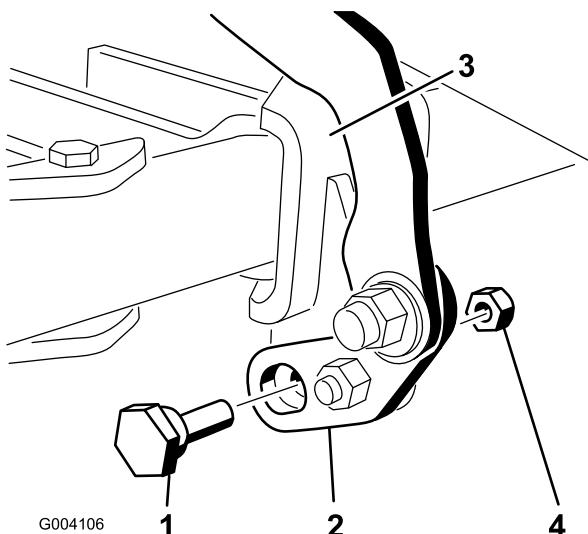
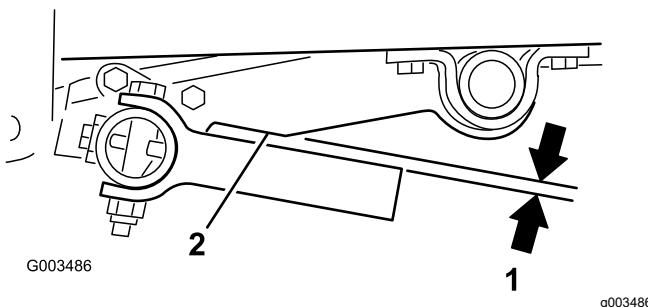

Figura 17
Figura 21
6. Montate il bullone eccentrico attraverso la parte inferiore dell'aletta di articolazione e della staffa orientabile, e fissatelo utilizzando un dado di bloccaggio (5/16") come illustrato in Figura 17.
2. Ruotate il bullone eccentrico in un senso o nell'altro, fino a quando i denti sulla barra attrezzi non sono paralleli all'incavo del braccio di sollevamento (Figura 17 e Figura 21).